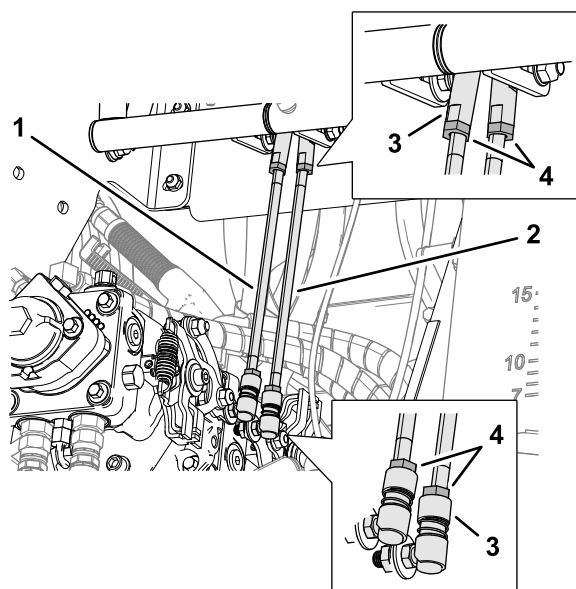

Figura 98
3. Afloje las 2 contratuercas que sujetan la varilla de control de movimiento en las rótulas superior e inferior (Figura 98).
5. Apriete las contratuercas (Figura 98).